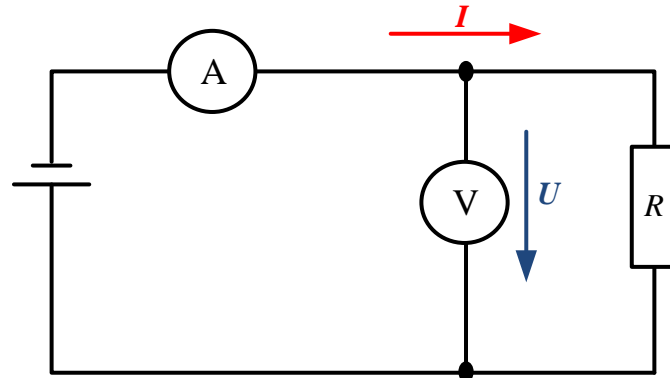

Abbildung 19: Indirekte Widerstandsmessung
Die *indirekte* Widerstandsmessung ist eine Messung mit anschließender Berechnung. Dabei muss die am Widerstand anliegende Spannung U und der durch den Widerstand fließende Strom I gleichzeitig gemessen werden (siehe Abbildung 19). Aus beiden Messergebnissen kann mit Hilfe des Ohmschen Gesetzes (siehe Formel (1)) der Widerstandswert berechnet werden.